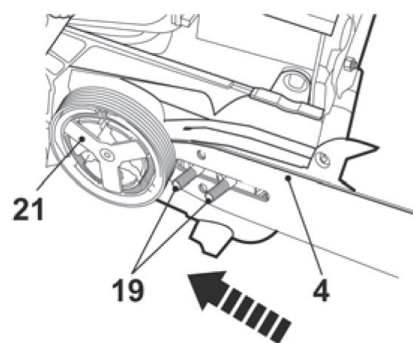

Fig. 3
- > Retire la cubierta y la placa espaciadora de los pernos (19) (la placa espaciadora no debe volver a colocarse).
- > Coloque la ranura de la barra guía (4) sobre los tornillos (19). Empuje la barra guía (4) a la izquierda hacia la rueda dentada motriz (22) detrás del embrague (21) (Fig. 3)